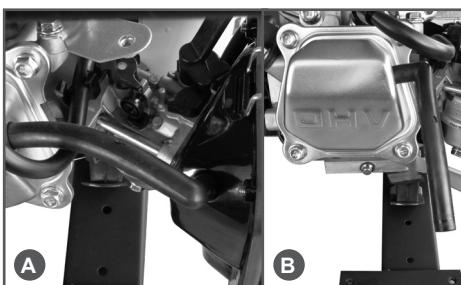

Рис. 12 Трубка сапуна
2. Отсоедините трубку сапуна (вентиляции картера) от крышки клапанов двигателя и корпуса воздушного фильтра (Рис. 12А).
3. Вставьте трубку сапуна коротким концом в отверстие в крышке клапанов двигателя, а свободный длинный конец трубы направьте вниз (Рис. 12В). Отверстие в корпусе воздушного фильтра необходимо заглушить.